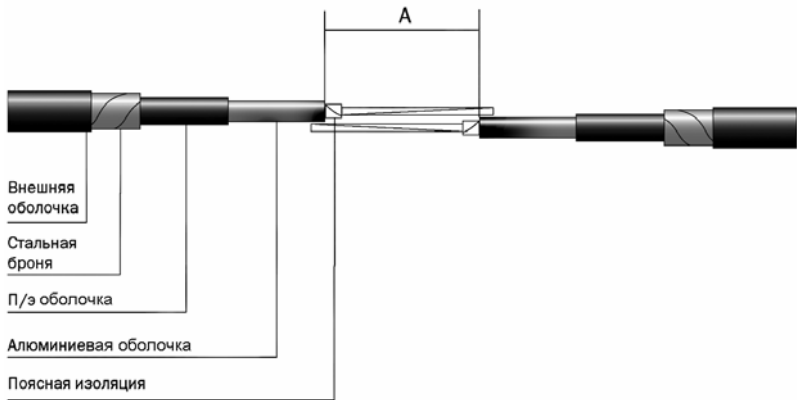

Рис. 11.3. Подготовка кабеля типа МКСА к монтажу
11.3. Выполнить операции по подготовке концов кабелей к монтажу в соответствии с рис. 11.3.